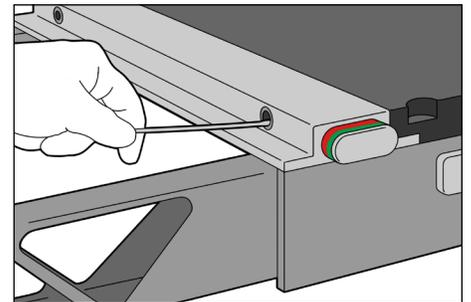

Fig. 3
3. Con un bastoncino cotonato asciutto, pulire l'interno dei fori di attacco. (Fig. 3)
5. Utilizzare un bastoncino cotonato asciutto per rimuovere eventuali pelucchi e altri residui. (Fig. 3)